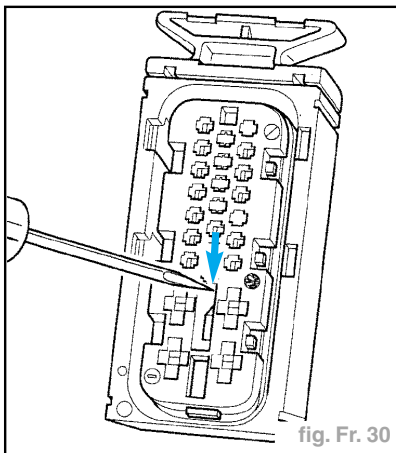

fig. Fr. 30
- Déverrouiller le verrouillage secondaire (violet) en le poussant dans le sens de la flèche à l'aide d'un petit tournevis (fig. Fr. 30).